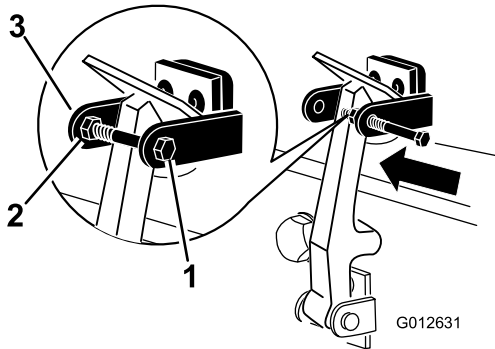

Bild 9
8. Befestigen Sie die Schraube am anderen Arm der Motorhaubenhalterung, um den Riegel zu arretieren (Bild 9).